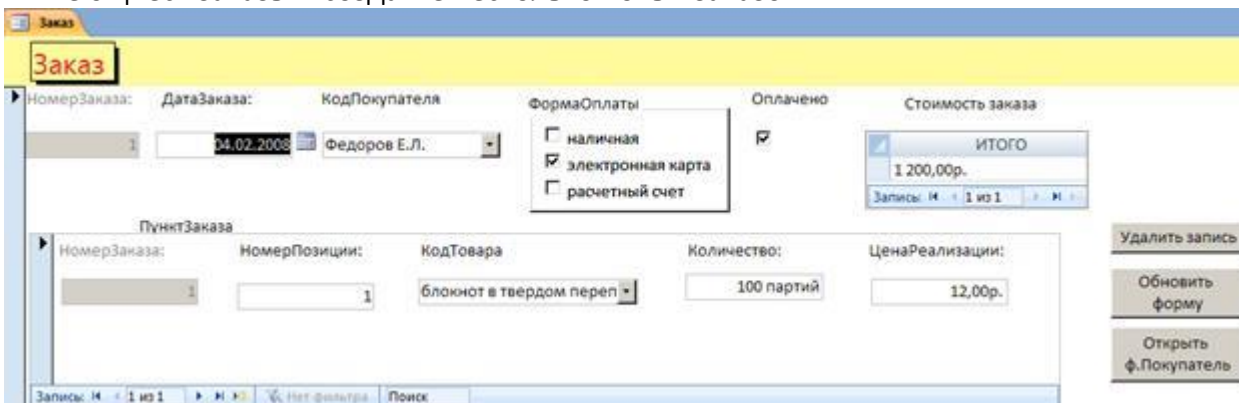

Рис.12. Окончательный вид формы ЗАКАЗ с внедренным запросом
26. Откройте форму ЗАКАЗ в режиме ВИД (рис.12).
27. С помощью СВОЙСТВ измените внешний вид внедренной формы (запроса). Можно, например, выключить изображения линии прокрутки, элемента выбора и так далее (рис. 12).